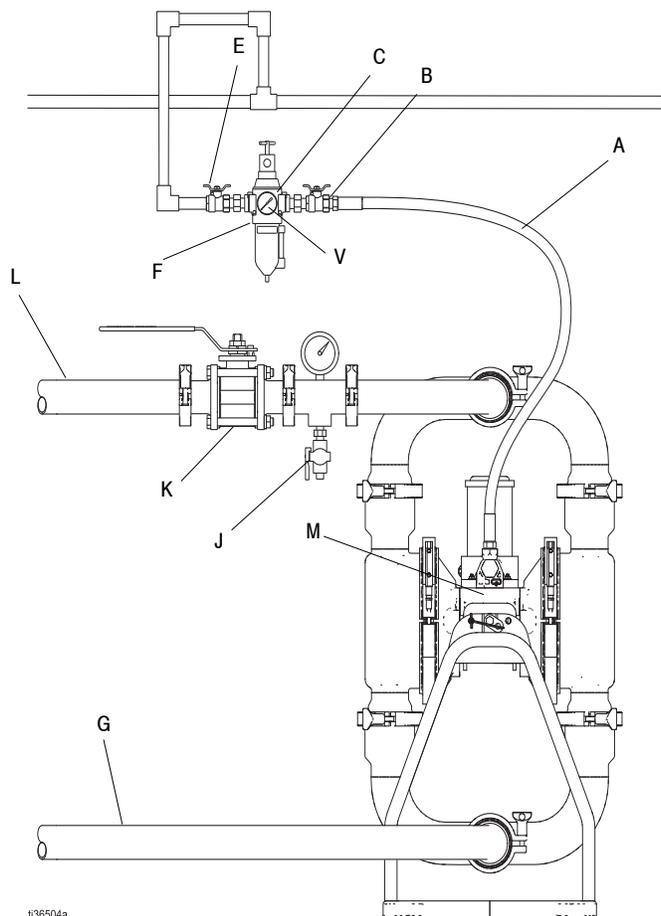

FIG. 2: Instalación montada en el suelo típica
- Las instalaciones típicas A muestran en la FIG. 2. Es la única guía para la selección e instalación de los componentes del sistema. Contacte con su distribuidor de Graco para obtener información y ayuda para planificar un sistema adecuado para sus necesidades personales.
Se requiere el uso de una válvula de aire principal de purga (B) en el sistema para aliviar el aire atrapado entre esta válvula y la bomba. El aire atrapado puede ocasionar el arranque inesperado de la bomba, lo que podría provocar lesiones graves, incluidas salpicaduras en los ojos o la piel. Consulte la FIG. 2.
1. Instale los accesorios de la tubería de aire como se muestra en la FIG. 2. Verifique que la conexión a tierra de la línea de aire esté conectada a los accesorios.
- a. Instale un regulador de aire (C) y un manómetro de aire (V) para controlar la presión de fluido. La presión de salida del fluido será igual al valor del regulador de aire.
- b. Coloque una válvula de aire principal de purga (B) cerca de la bomba y úsela para aliviar el aire atrapado. Localice la otra válvula de aire principal (E) corriente arriba de todos los accesorios de la línea de aire y úsela para aislarlos durante la limpieza y reparación.
- c. El filtro de la línea de aire (F) elimina la suciedad y la humedad perjudiciales del suministro de aire comprimido.
2. Instale una línea de suministro de aire flexible conductiva, conectada a tierra (A) entre los accesorios y la entrada de aire a la bomba de 3/4 npt(h) (M).
2. Instale una válvula de drenaje de fluido (J) cerca de la salida de fluido de la bomba. Consulte la FIG. 2.